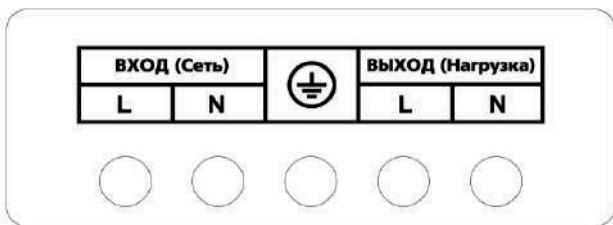

Рис.2
7. Подключите нагрузку к выходным клеммам. Убедитесь в надёжности контактных соединений (рис.2).